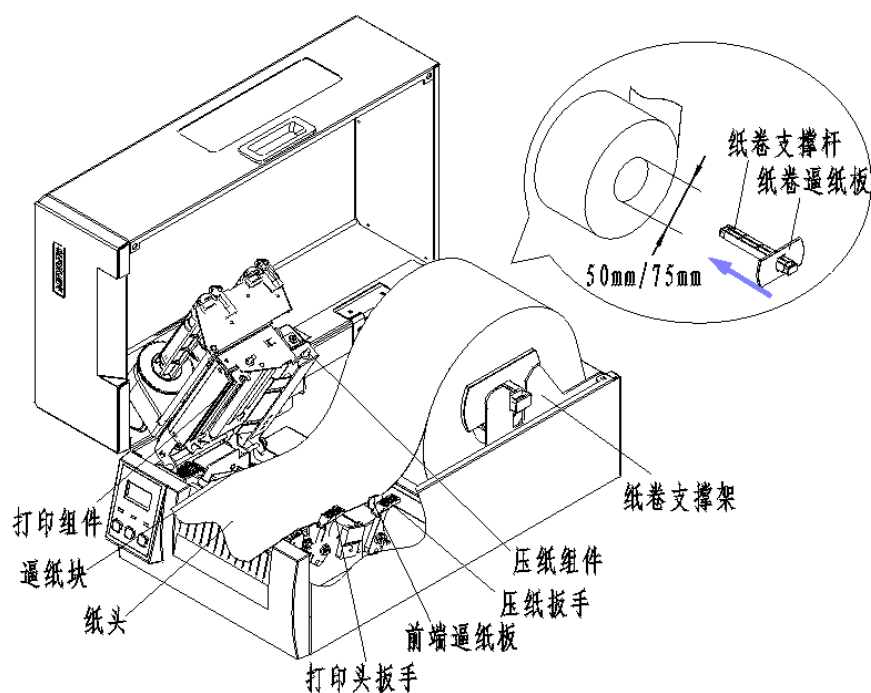

图5.5-2
- 3) 将纸卷支撑杆放在纸卷支撑架上,使纸卷靠近左支撑架端面后调整纸卷逼纸板,使纸卷距离逼纸板间距不超过1mm(见图5.5-2);